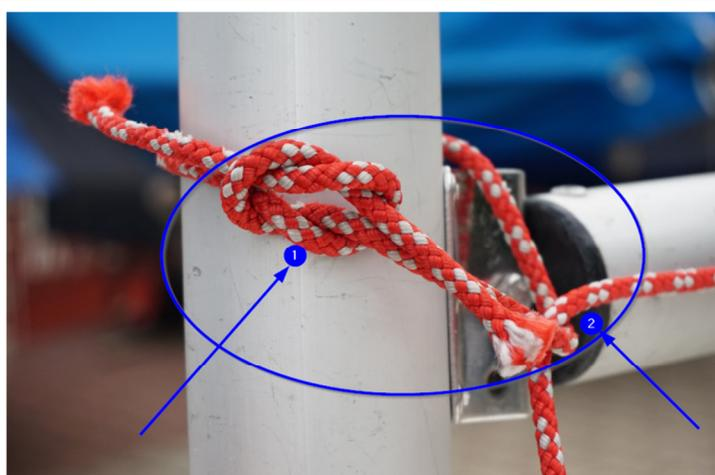

Abb. 21 – Befestigung Umlenkpunkt für Unterliekstrecker
1. Vor dem Durchführen des Unterliekstretchers am Umlenkpunkt (vgl. **Abb. 21 – Punkt 2**) muss ein Umlenkpunkt mittels Tampen und Kreuzknoten am Mast befestigt werden (vgl. **Abb. 21 – Punkt 1**).